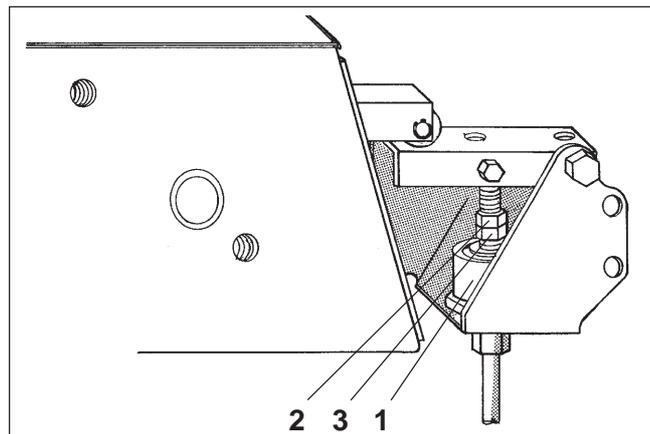

Fig. 26.21
Si el cilindro hidráulico (fig. 26.21/1) no acciona la caja de conexión, proceder a los siguientes reglajes:
- Mandar presión al cilindro hidráulico (fig. 26.21/1) desde la cabina del tractor.
- Aflojar la contra-tuerca (fig. 26.21/2)
- Girar la tuerca hexagonal (fig. 26.21/3) a izquierdas hasta que se oiga el accionamiento de la caja de conexión
- Girar otras dos vueltas la tuerca hexagonal (fig. 26.21/3) y volver a apretar la contra-tuerca.